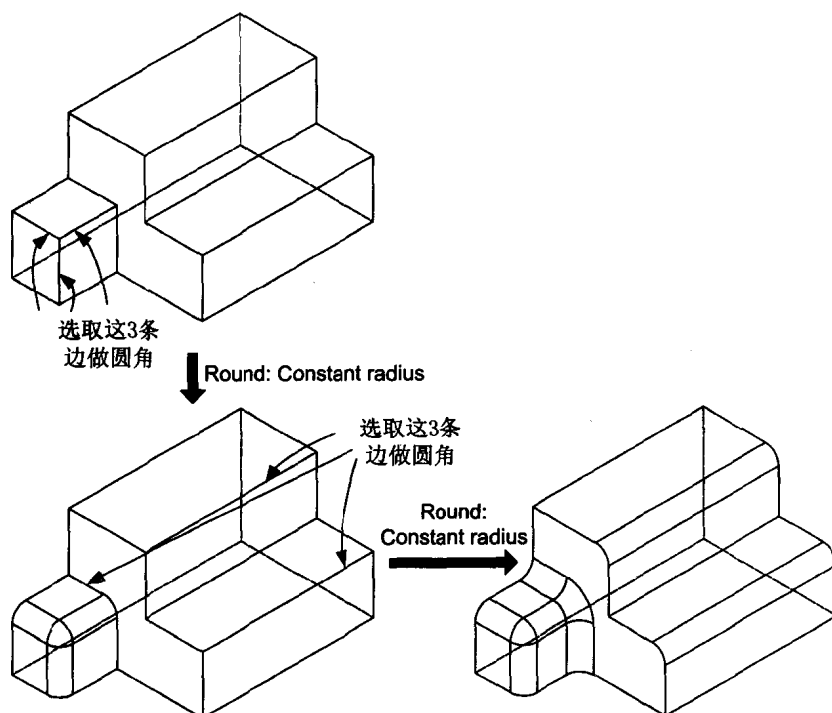

图 1.4
- (1) 圆角半径值的变化形态
- **Constant**: 固定的圆角半径值(见图 1.4)。